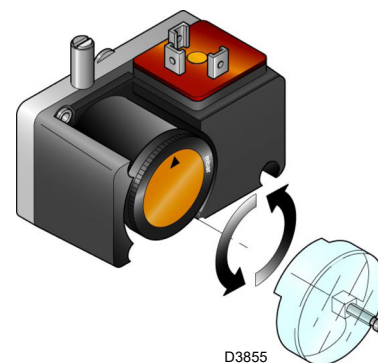

Fig. 35
- Regolare il pressostato per il controllo di tenuta (Kit PVP)(Fig. 35 a pag. 33), se presente, secondo le istruzioni a corredo del kit stesso.
Regolare il pressostato per il controllo di tenuta (kit PVP) (Fig. 35) secondo le istruzioni a corredo del kit stesso.